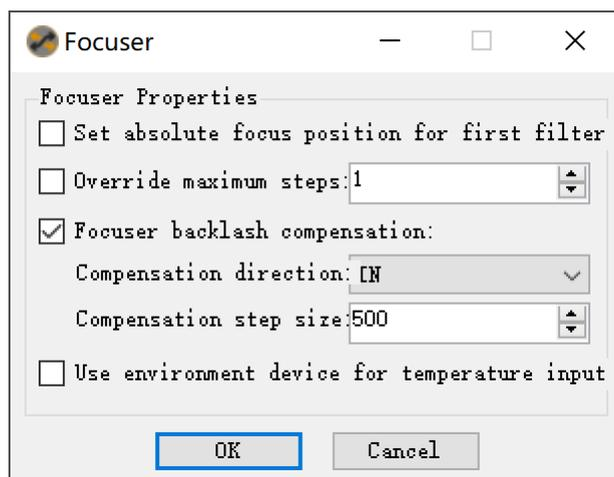

图 9-3
- 5、在“Focus” Tab 页中点击“Focuser:”下拉选择框旁边的“Other”按钮，调出 Focuser 的其它设置，如图 9-3 所示。